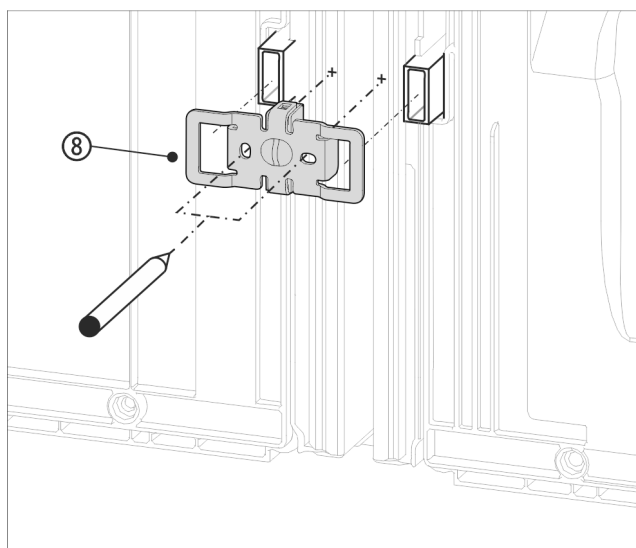

Fig. 16 Näitlik kujutis
- Lükake nurgik Fig. 16 (8) väljalõigetega seina-vahehoidiku kinnituspessa kohale.